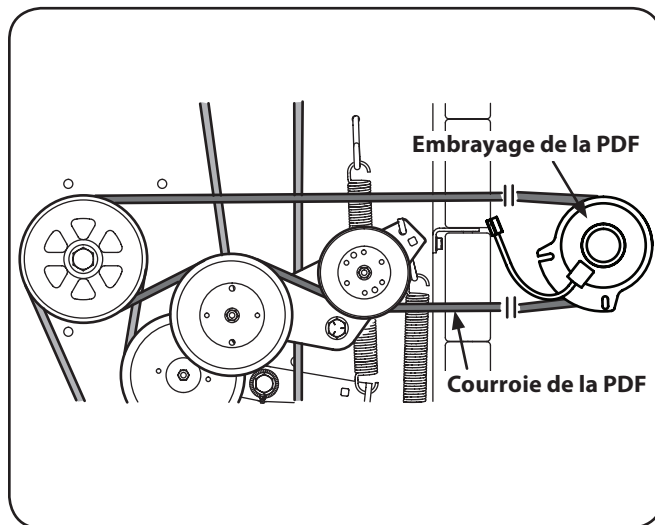

Figure 7-5
1. Retirez la courroie de la prise de force du plateau de coupe comme indiqué dans la section *Démontage du plateau de coupe*. Retirez ensuite la courroie de l'embrayage de la prise de force. Voir Figure 7-5.
2. Installez la courroie de la prise de force comme indiqué à la Figure 7-5. Après avoir installé la courroie autour de la poulie de la prise de force, insérez un bras de force de 1/2" dans le support de la poulie de tension, puis tournez-le vers la droite du tracteur pour compléter l'installation de la courroie autour de la poulie de tension.